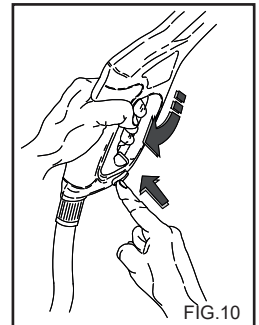

FIG. 10
- Включите предохранитель на ручке пистолета, если не будете использовать аппарат (Рис. 10).